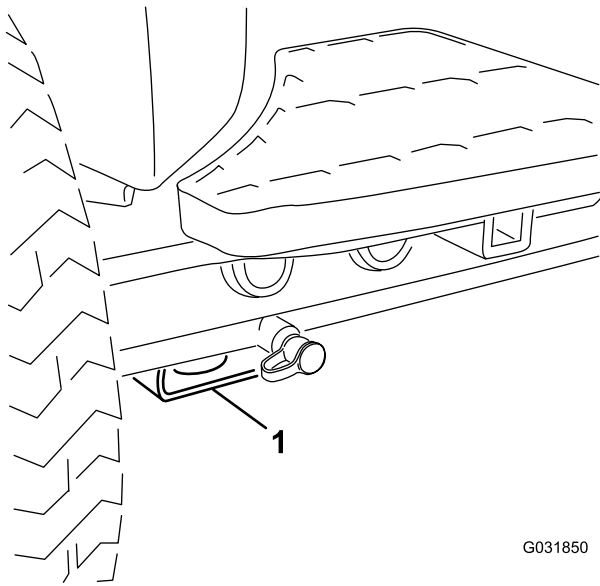

Bild 41
- Vorne: Rechteck unter dem Achsenrohr in jedem Vorderreifen (**Bild 41**).